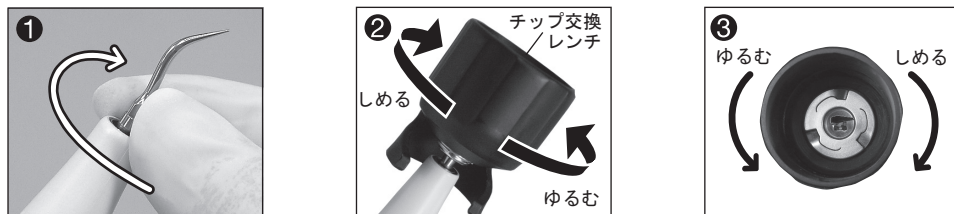

図 7
- 1) チップは最初手で軽くしるまでねじ込みます。(図7①)
- 2) チップの上からチップ交換レンチの穴を通し、チップの四角になっている部分を合わせて差し込みます。次にチップ交換レンチを締め付け「カチッ、カチッ」と空まわりするまで締め付けます(図7②)。その際はハンドピースを持ち、ハンドピースコードがねじれないようにしてください。
3) 取り外す際は、“ゆるむ” 矢印の方向へ回します。(図 7③)